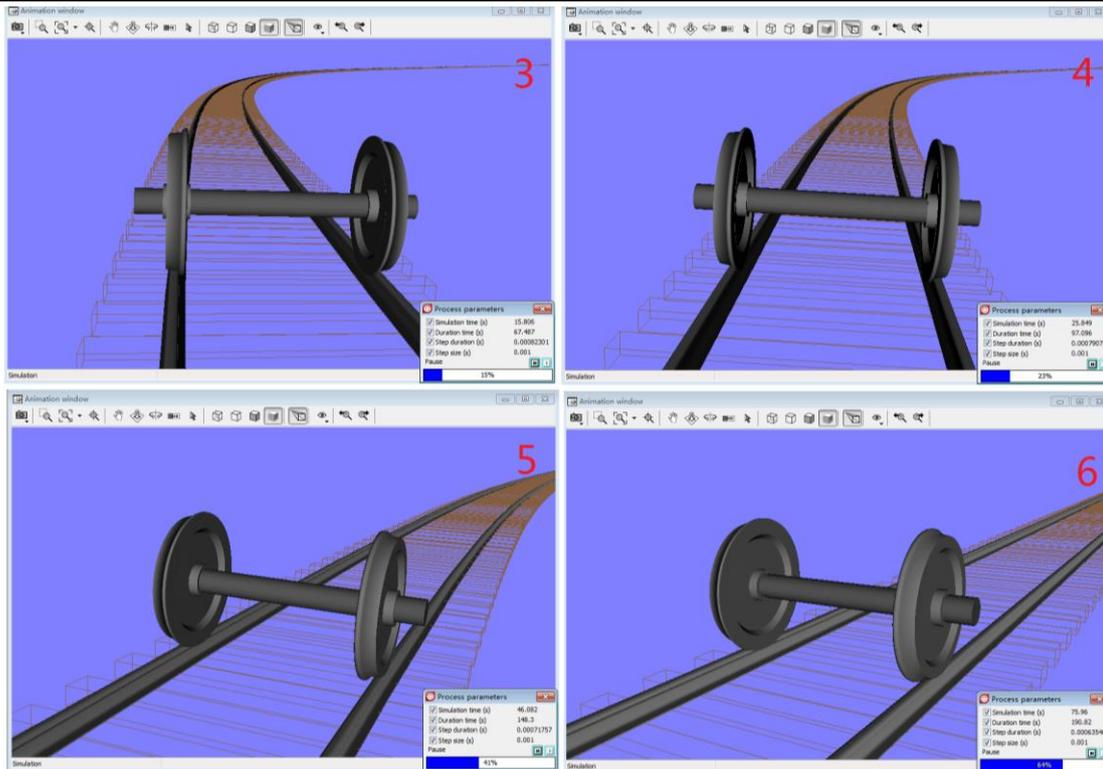

图 014-5 显示镜头跟随物体实时显示
4、点击 **Integration**，我们可以看到，显示镜头将一直跟随模型实时显示，如图 014-5；